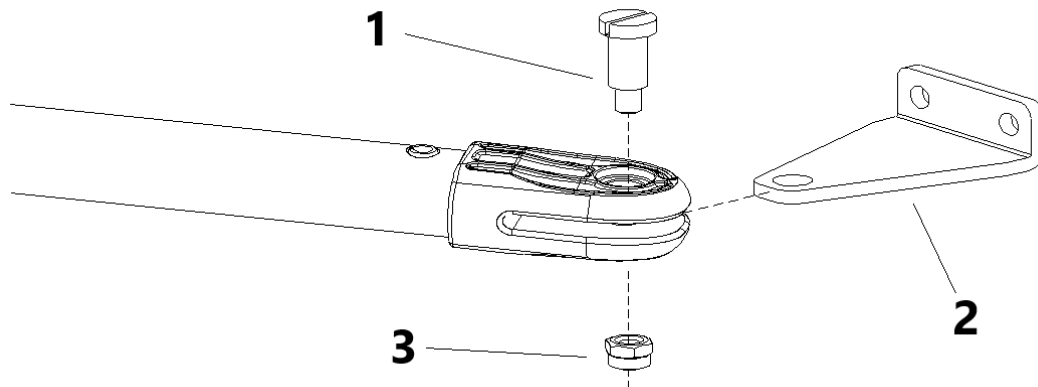

Figura 9
E) Come mostrato nella figura 9 sottostante, collegare la staffa a muro alla parete secondo la posizione indicata. Quindi, collegare l'unità principale alla staffa a muro tramite vite e dado. (Si prega di utilizzare una livella a bolla per assicurarsi che l'installazione sia perfettamente in piano.)